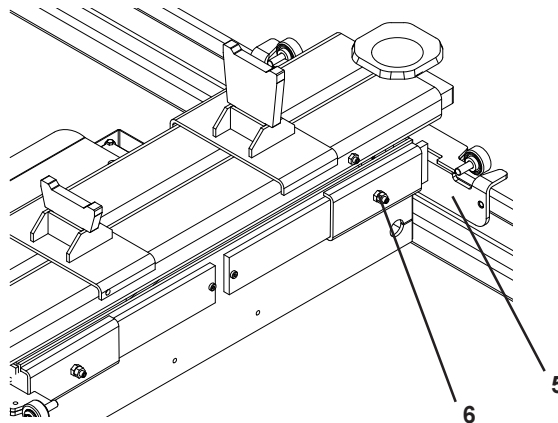

Fig. 9
- Effettuate le regolazioni bloccare la posizione delle staffe mediante i grani di registro (6) posti sul telaio traversa (fig. 9).
- After adjusting, lock the position of the brackets by means of the adjustment grub screws (6) on the beam frame (fig. 9).
- Nach den Einstellungen die Position der Bügel mit den Einstellornen (6) am Rahmen des Querträgers (Abb. 9) blockieren.
- Une fois les réglages effectués, bloquer la position des brides avec les goujons de réglage (6) qui se trouvent sur le châssis de la traverse (fig. 9).
- Una vez realizadas las regulaciones, bloquear la posición de las abrazaderas con los tornillos prisioneros de regulación (6) situados en el bastidor del travesaño (fig. 9).